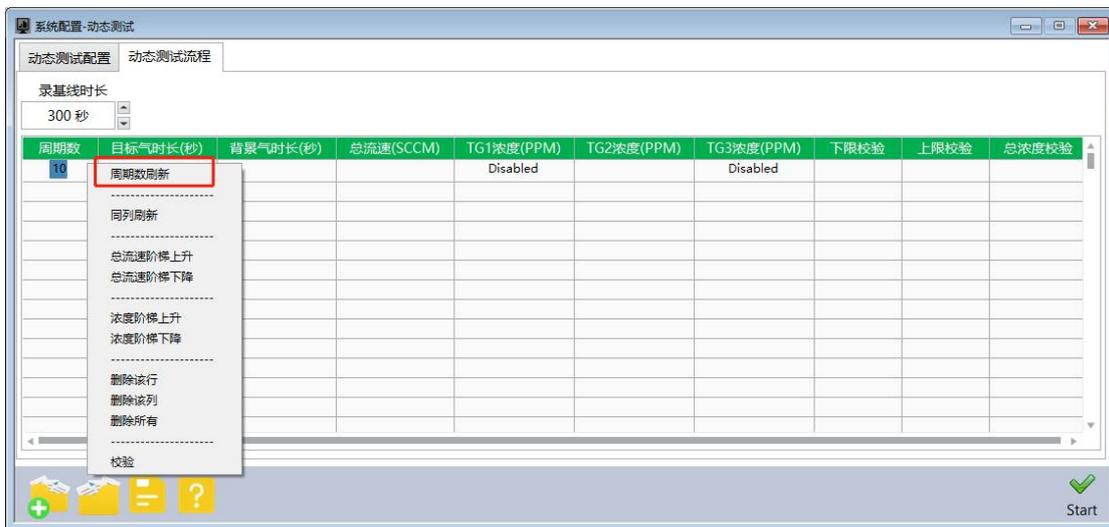

图 8
2.4.2 输入测试周期数，单击右键，在弹出的选项中左键单击周期数刷新（如图 8 所示），程序会自动刷新，随后第一列会显示 1, 2, 3..., 10, 共 10 个周期。